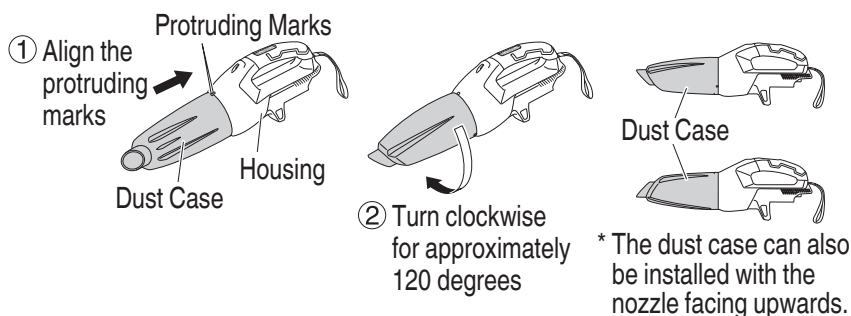

Fig. 12
(5) Install the dust case (**Fig. 12**)